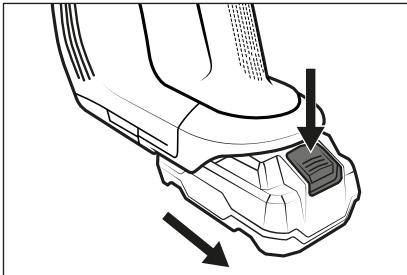

Fig. 13
- ◆ Para desmontar la batería del aparato, mantenga pulsado el botón de desencastre de la batería y tire de la batería para extraerla del aparato (consulte la fig. 13).